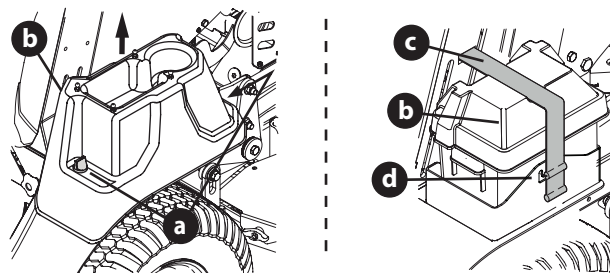

Figura 4
- Cortadoras de césped con plataformas de 48, 54 ó 60 pulgadas - Retire los dos tornillos de mariposa (a) que sujetan la cubierta de la batería (b) al guardabarros derecho. Levante para retirar la cubierta de la batería (Figura 4).
- Cortadoras de césped con plataforma de 36 pulgadas - Desenganche la correa de goma (c) que sujeta la cubierta de la batería (b) a la bandeja de la batería (d). Levante para retirar la cubierta de la batería (Figura 4).